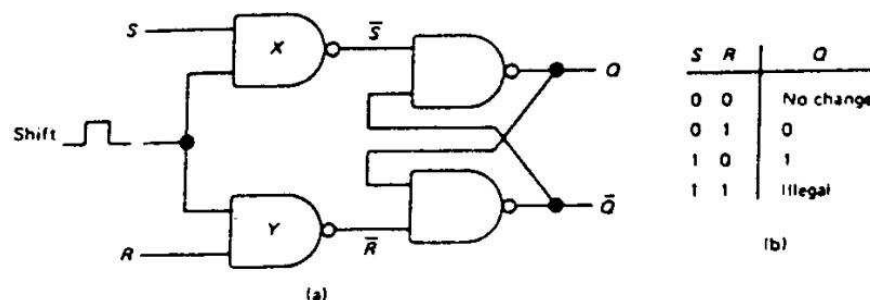

Figura 2. *Flip-flop SR* (a) Circuito lógico (b) Tabela de verdade.
Na figura 2 podemos ver um *flip-flop SR* com a entrada de relógio de sincronismo (*shift*) e a respectiva tabela de verdade.
1.2.1 Monte o circuito da figura 2. Use para *shift* uma onda quadrada entre 0 e 5V com 0.2s de período. Preencha a tabela ao lado.